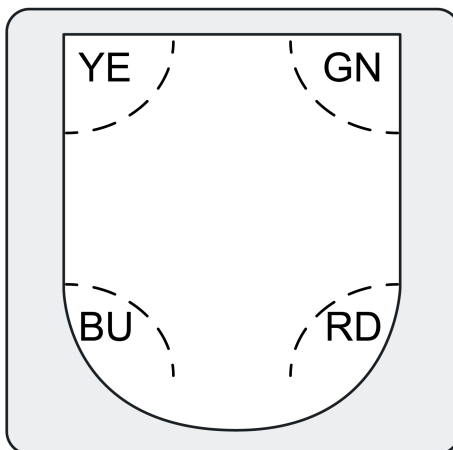

Bild 7: Status-LED
Bakom sensorfönstret (4) sitter status-LED:er, som visar den aktuella driftstatusen (bild 7).